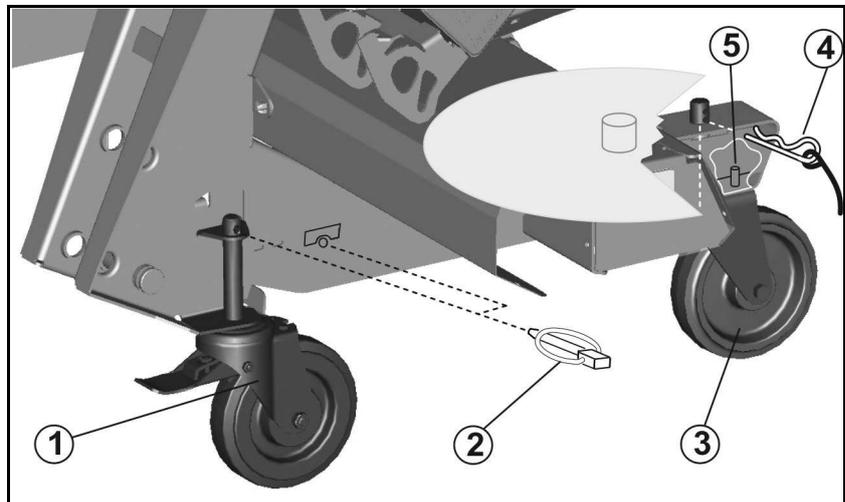

Fig. 35
5. Lenkbare Bremsrollen (Fig. 35/1) vorne
- o montieren und mit Klappstecker (Fig. 35/2) sichern, beziehungsweise
6. Starre Rollen (Fig. 35/3) hinten
- o montieren und mit Federstecker (Fig. 35/4) in der untersten der Absteckbohrungen sichern, beziehungsweise
Bei der Montage der starren Rollen darauf achten, dass der Bolzen (Fig. 35/5) durch die Bohrung des Rahmens fasst, und somit die Rollen in Längsrichtung hält.